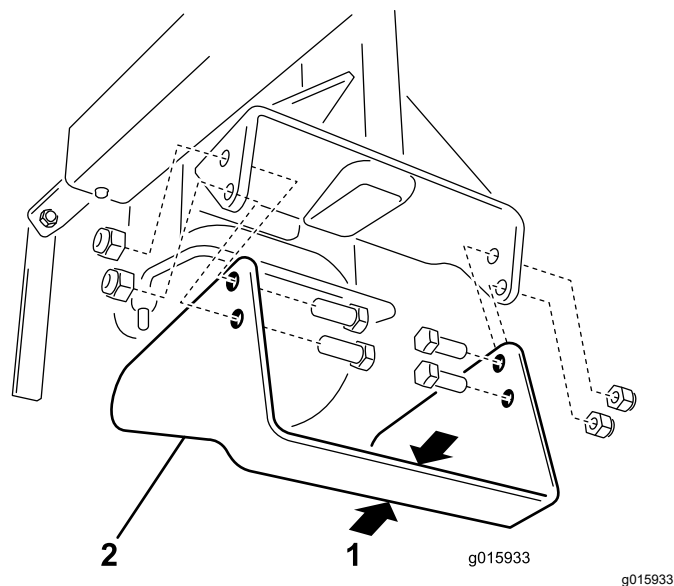

Figure 15
Contrôlez fréquemment la lame et remplacez-la quand elle atteint 30 mm de largeur (Figure 15).
3. Retirez les 4 vis et 4 écrous qui fixent la lame au bras du coupe-bordures (Figure 15).